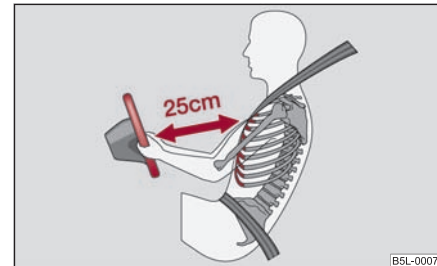

Abb. 4 Der richtige Abstand des Fahrers vom Lenkrad
- Stellen Sie das Lenkrad so ein, dass der Abstand zwischen Lenkrad und Brustbein mindestens 25 cm beträgt ⇒ Abb. 4. Wenn Sie den Mindestab-